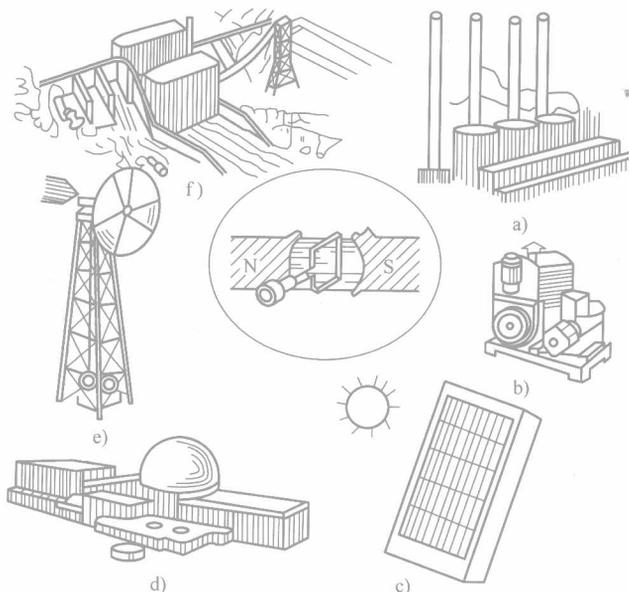

图 1-1 各种发电装置示意图
(1) 各种发电装置示意图如图 1-1 所示，实习场有哪些电压形式？